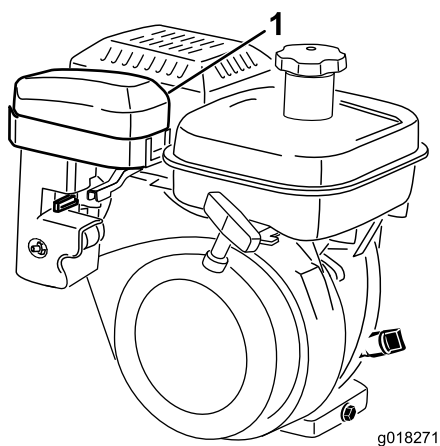
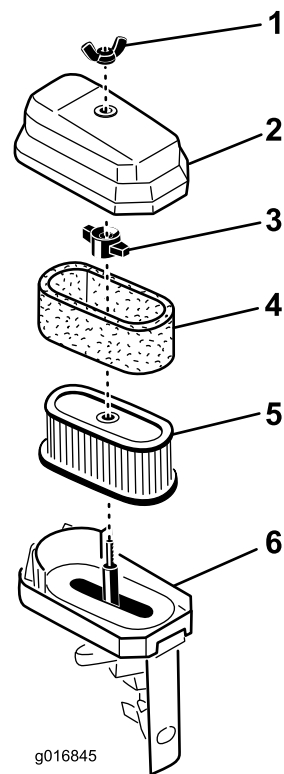

图32
图33
3. 彻底清洁滤清器盖（图32 和 图33）。
4. 如果泡沫滤芯变脏、请将其从纸质滤芯中取出（图33）。彻底清洁泡沫滤芯。